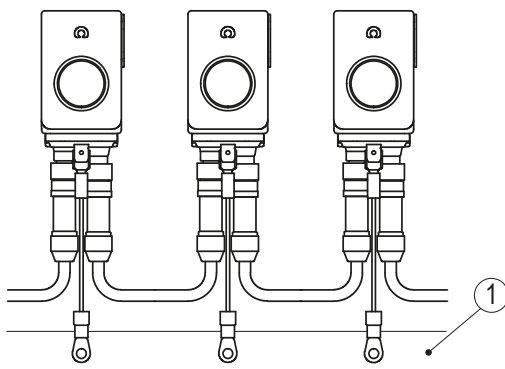

Abb. 7: PE-Schiene
Zum Schutz vor Störungen müssen die Schirme der Signalleitungen und Netzleitung beidseitig angeschlossen werden. Potentialunterschiede führen zu unzulässigen Strömen auf dem Schirm. Den PE Anschluss ③ zwischen den Anschlusssteckern auf das Schutzleiterpotential legen (siehe Abb. 6). Verwenden Sie dazu 6.3 mm Flachstecker mit kurzer Litze 2.5 ... 4 mm² (nicht im Lieferumfang). Bei mehreren Positionsanzeigen wird empfohlen die Erdung auf eine PE-Schiene ① anzuschließen (siehe Abb. 7).